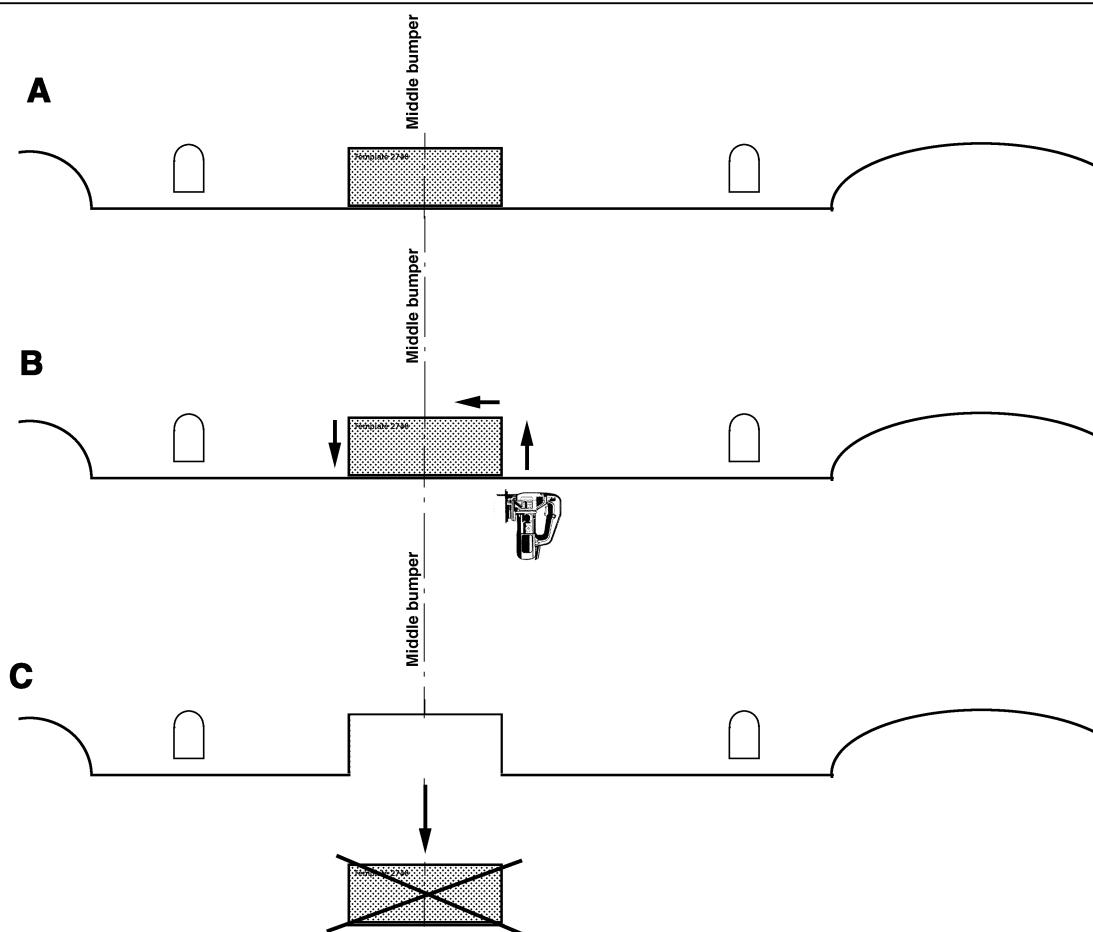

Fig.2
- Zaag overeenkomstig fig.2 het aangegeven stuk uit de bumper. Herplaats de laatste uitlaatdemper in de ophanging E en monteer de bumper. Bevestig de kogel d.m.v. één bout M12x65/21,2 en één bout M12x70/26,2 inclusief stekkerplaat, sluitringen en zelfborgende moeren aan de trekhaak. Draai alle bouten en moeren vast volgens tabel.
4. Gemäß Fig. 2 das angegebene Stück aus der Stoßstange sägen. Den letzten Auspuffschalldämpfer wieder in Aufhängung E einsetzen und die Stoßstange anbauen. Die Kugel mit einer M12x6521,2-Schraube und einer M12x70/26,2-Schraube einschließlich Steckerplatte, Unterlegsscheiben und selbstsichernden Muttern an der Kupplungskugel mit Halterung befestigen. Alle Schrauben und Muttern gemäß Tabelle festdrehen.
4. Serrar del parachoques la parte indicada en la fig. 2. Volver a colocar el último amortiguador del tubo de escape en la suspensión E y montar el parachoques. Fijar la bola con un tornillo M12x65/21.2 y un tornillo M12x70/26,2 inclusive placa enchufe, arandelas planas y tuercas de seguridad en el gancho de remolque. Apretar todos los tornillos y tuercas según los puntos indicados en la tabla.
4. Scier le bout du pare-chocs incliné sur la fig. 2. Remettre en place le deuxième silentieux d'échappement dans la suspension. Et remonter le pare-chocs. Fixer la roue sur l'attache-remontrage à l'aide d'un boulon M12x65/21,2 et d'un boulon M12x70/26,2. Y compris la prise électrique, les rondelles de carrossier (30x8,4x1,5) et rondelles groover incluses (voir fig. 1). Monter en-dessous, à l'emplacement du point I un boulon M8x20 incluses et positionner à l'emplacement des rondelles groover et rondelles de blocage incluses. Monter silencieux d'échappement sur la fig. 2. Remettre en place le deuxième silentieux d'échappement dans la suspension. Et remonter le pare-chocs. Fixer la roue sur l'attache-remontrage à l'aide d'un boulon M12x65/21,2 et d'un boulon M12x70/26,2. Y compris la prise électrique, les rondelles de carrossier (30x8,4x1,5) et rondelles groover incluses. Monter en-dessous, à l'emplacement du point I un boulon M8x20 incluses et positionner à l'emplacement des rondelles groover et rondelles de blocage incluses. Monter silencieux d'échappement sur la fig. 2. Remettre en place le deuxième silentieux d'échappement dans la suspension. Et remonter le pare-chocs. Fixer la roue sur l'attache-remontrage à l'aide d'un boulon M12x65/21,2 et d'un boulon M12x70/26,2. Y compris la prise électrique, les rondelles de carrossier (30x8,4x1,5) et rondelles groover incluses. Monter en-dessous, à l'emplacement du point I un boulon M8x20 incluses et positionner à l'emplacement des rondelles groover et rondelles de blocage incluses.